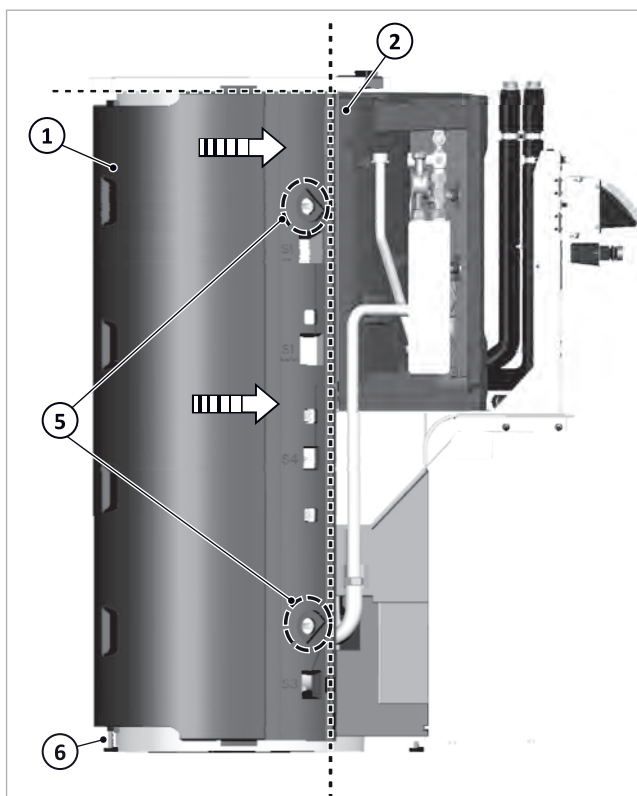

Fig. 15: Posizionamento dell'isolamento posteriore del contenitore
- Per mezzo di un disco angolato (3) e di una vite (4) fissare l'isolamento al contenitore nella parte superiore ed inferiore → Fig. 15 (5).
- chiusura diritta superiore dell'isolamento posteriore del contenitore → Fig. 15 (1) con l'isolamento delle stazioni (2)
- a livello in direzione perpendicolare rispetto all'isolamento delle stazioni → Fig. 15 (2) e all'isolamento della flangia.
- Estrarre il piede → Fig. 15(6) fino alla base.